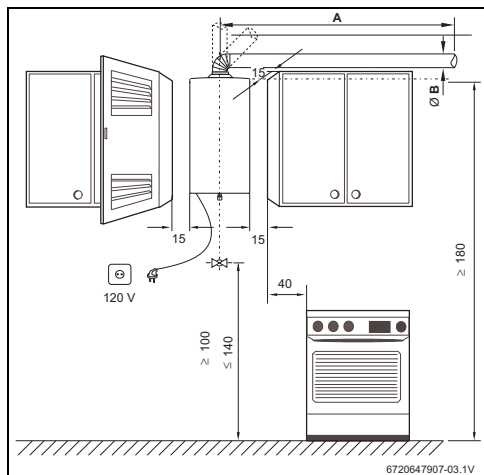

Fig. 10 Separaciones mínimas (en cm)
- Asegurar la accesibilidad en los trabajos de mantenimiento respetando las separaciones mínimas indicadas en la Fig. 10.